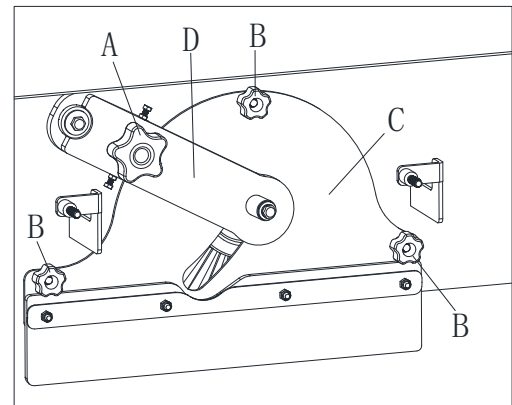

Figura 23
4. Desaparafuse o botão (A, Figura 23) e remova o suporte do cubo de acionamento (D, Figura 23).
5. Desaparafuse os botões (B, Figura 23) e remova a tampa do compartimento da escova (C, Figura 23).
12. Instale o suporte do cubo de acionamento (D, Figura 23) apertando o botão (A, Figura 23).